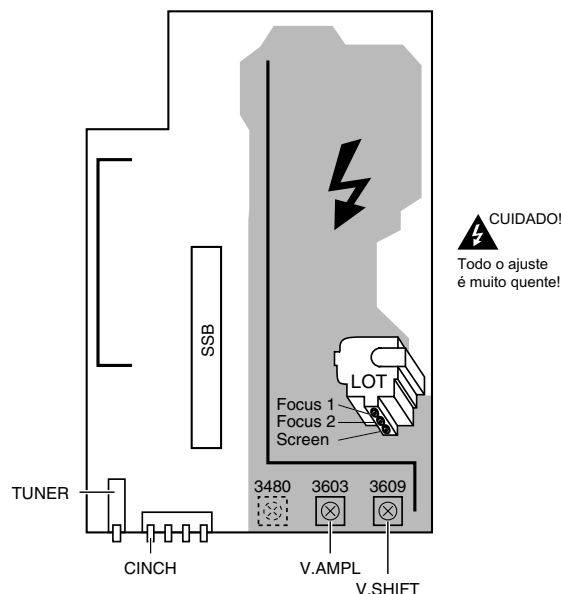

Figura 8-1
2. Ajuste o primeiro potenciômetro de foco (potenciômetro superior do LOT, veja figura 8-1) até as linhas horizontais e verticais em 1/4 das bordas esquerda e direita, na altura da linha central, fiquem com a mínima largura possível e sem embaçamento visível.
3. Ajuste o segundo potenciômetro de foco (potenciômetro do meio do LOT, veja figura 8-1) até as linhas horizontais e verticais em 1/4 das bordas superior e inferior, na altura da linha central, fiquem com a mínima largura possível e sem embaçamento visível.